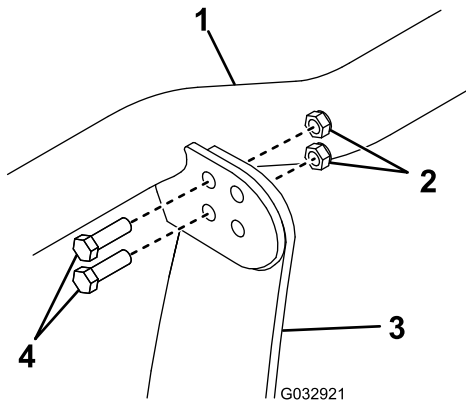

Figure 11
1. Fixez la barre d'éclairage au sommet de la tour d'accouplement en insérant dans les trous arrière 4 boulons ($\frac{3}{8}$ x $1\frac{1}{4}$ po) et écrous autofreinés ($\frac{3}{8}$ po) (Figure 11). Serrez les boulons à 31 N·m (23 pi-lb).